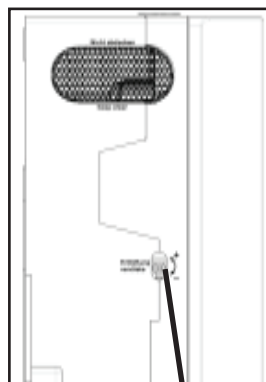

Bild 8
- Entlüftungshahn der Pumpe mittels beiliegenden Steckschlüssel ca. 2 Umdrehungen öffnen und 1 Minute geöffnet lassen, siehe Seitenansicht Bild 8.